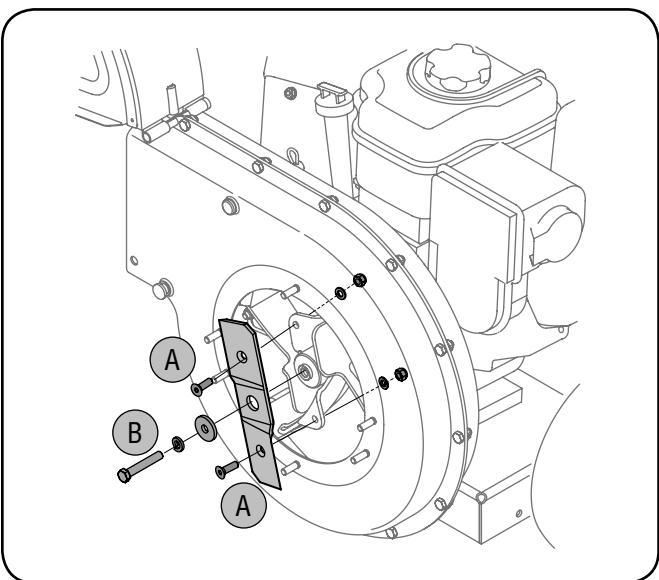

Рис. 7-4
- Отверните два внутренних шестиграных винта, стопорные шайбы и шестигранные контргаики, которыми нож измельчителя крепится к крыльчатке. См. рис. 7-4А.
- Отверните шестигранный болт, стопорную шайбу и шайбу, чтобы полностью освободить нож измельчителя. См. рис. 7-4В.